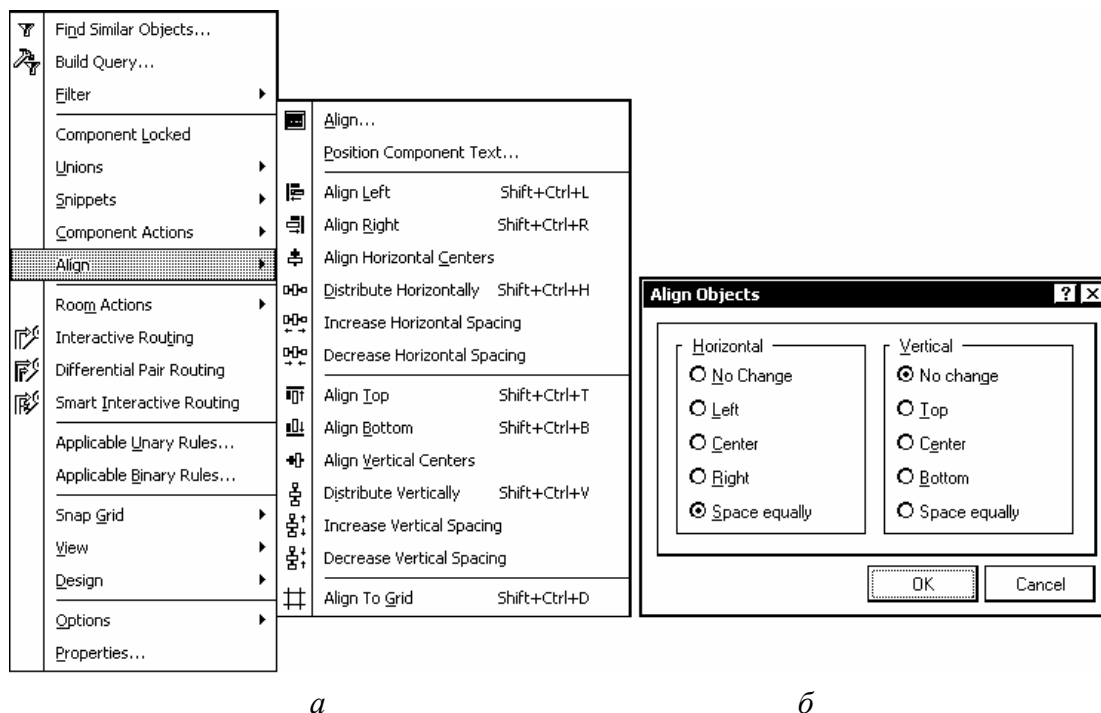

Рис. 6.12
2. Навести курсор на один из выделенных компонентов и щелчком правой клавиши мыши активизировать контекстное меню (рис. 6.12, а).
- Align – при активизации этой подкоманды вызывается диалоговое окно (рис. 6.12, б), в котором могут быть активизированы 8 из 14 команд, перечисляемых далее;